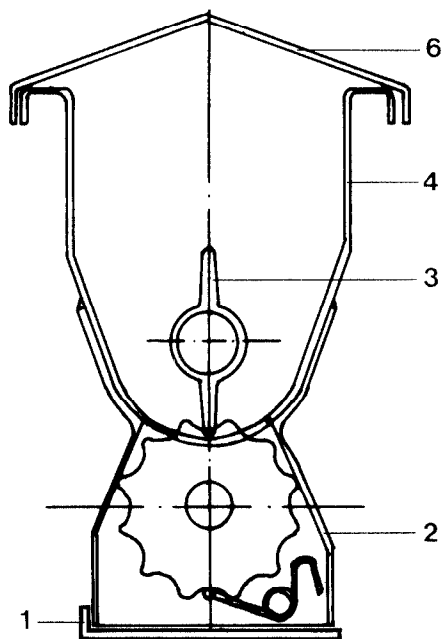

Fig. 46
- a) Retirer les fonds plastique à glissières (fig. 46/1) situés sous les carters (fig. 46/2) des doseurs de la poudreuse. Dans le cas où certaines roues distributrices ne seraient pas utilisées, laisser en place au-dessus d'elles les fonds à glissières correspondants.
- b) Remplir la poudreuse. Lors du remplissage veiller à ce que l'arbre agitateur en caoutchouc (fig. 46/3) dans la trémie de la poudreuse (fig. 46/4) soit vertical. On obtient cette position verticale en tournant la roue d'entraînement du semoir préalablement soulevé. Fermer la poudreuse avec son couvercle (fig. 46/6).
- i) Mettre la glissière (fig. 47/1) du carter de distribution sur la position «³/₄» même si la table de réglage indique «position ouverte». Autrement ce brassage vigoureux obtenu par les étrilles d'agitation (fig. 46/5) pourrait provoquer la distribution non contrôlée des graines par dessus les roues distributrices.
Pour vidanger la poudreuse, mettre l'arbre d'agitateur (fig. 46/3) en position verticale. De l'extérieur de la trémie du semoir, faire pivoter la poudreuse sur son arbre jusqu'à ce que son couvercle soit tourné vers le bas, après avoir retiré la cheville. Le reste de poudre tombe alors dans le couvercle (fig. 46/6) et peut être facilement recueilli après ouverture du couvercle.
Effectuer quelques tours de manivelle. Avec quelques tours de manivelle, vérifier que la poudre de traitement sort de tous les carters doseurs. Fermer ensuite les carters doseurs avec les fonds plastique (fig. 46/1).
Effectuer ensuite avec la manivelle le même nombre de tours qui avaient été précédemment effectués pour le contrôle du débit des graines. Le produit traitant se dépose sur les fonds en plastique (fig. 46/1) situés sous les carters (fig. 46/2) des doseurs.
Retirer avec précaution les fonds en plastique (fig. 46/1) en veillant à ne pas renverser de produit traitant. Le produit est versé sur une feuille de papier ou autre, puis pesé à l'aide d'un pèse-lettre.